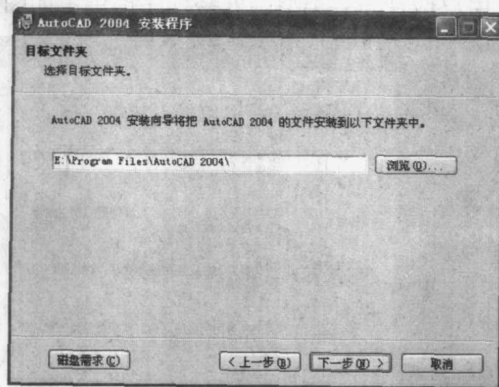

图 1-7 确定安装目录
9. 如图 1-7 所示，现在安装程序要求用户指定用于安装 AutoCAD 2004（中文版）的文件夹，如接受默认的目标文件夹“C:\Program Files\AutoCAD 2004\”，可单击“下一步”按钮。如果不想占用系统盘的空间，在其他硬盘上安装 AutoCAD 2004，用户也可以单击“浏览”按钮来指定在其他驱动器和文件夹中安装 AutoCAD 2004。